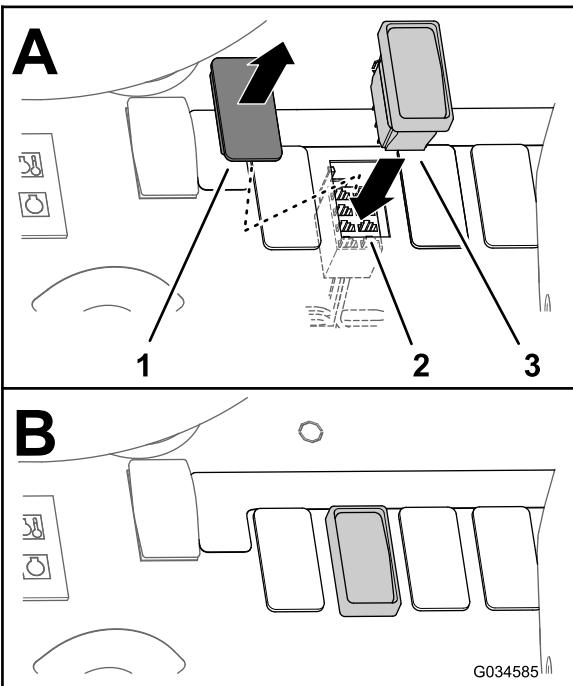

Figura 30
1. Retire a ficha do interruptor do depósito de lavagem do painel de instrumentos (Figura 29 ou Figura 30).
3. Encaminhe o conector de 8 tomadas para o orifício aberto no painel (Figura 29 ou Figura 30).
4. Ligue o interruptor de 3 posições ao conector de 8 tomadas através do painel de instrumentos (Figura 29 ou Figura 30).
5. Insira o interruptor de 3 posições na abertura no painel de instrumentos até o trinco do interruptor ficar bem preso no painel (Figura 29 e Figura 30).